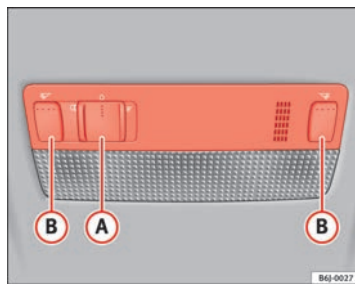

Abb. 62 Leseleuchte vorne
Drücken Sie die entsprechende Taste (B) ⇒ Abb. 62, um die Leseleuchte einzuschalten.